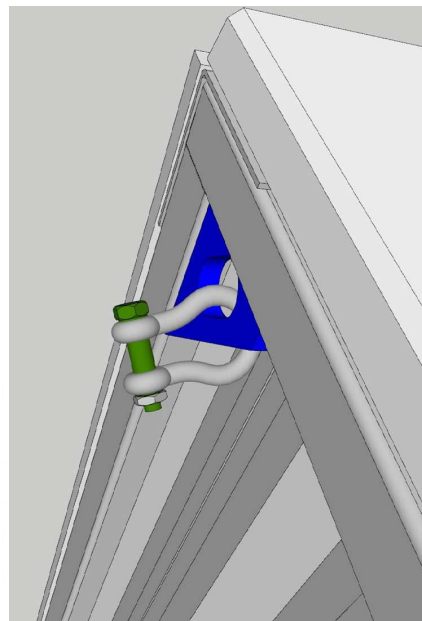

Figura 03 - Içamento utilizando manilhas
b) As seis alças de içamento deverão ser clipadas, em cada ponto de ancoragem, podendo ser utilizadas manilhas (conforme Figura 03);